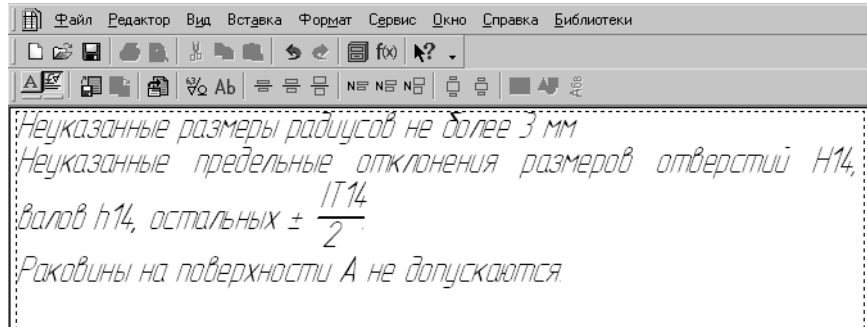

Рис. 51.125.
10. Диалог **Текстовые шаблоны** будет закрыт. В технические требования будут вставлены выбранные строки (рис. 51.125).